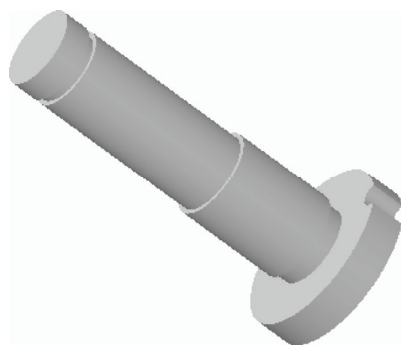

图 15-7 创建旋转特征一
STEP 06 单击“关闭”面板中的“确定”按钮，完成截面绘制并退出草绘环境。单击“完成”按钮，完成旋转特征的创建，如图 15-7 所示。